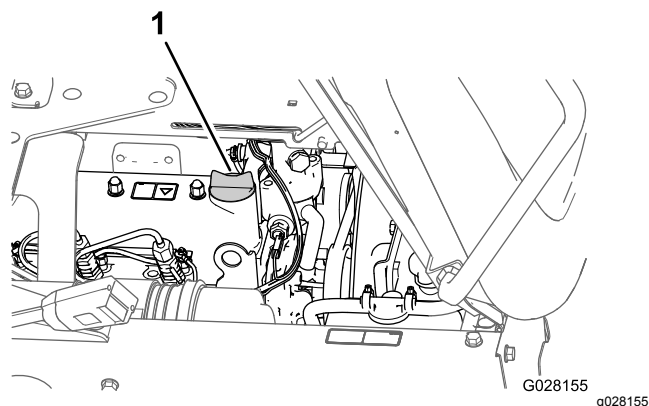

図 52
5. エンジンバルブカバー(図 52)からオイル補給口のキャップを取り、所要量の約 80% のオイルを入れる。
8. 補給口にキャップを取り付ける 図 52。